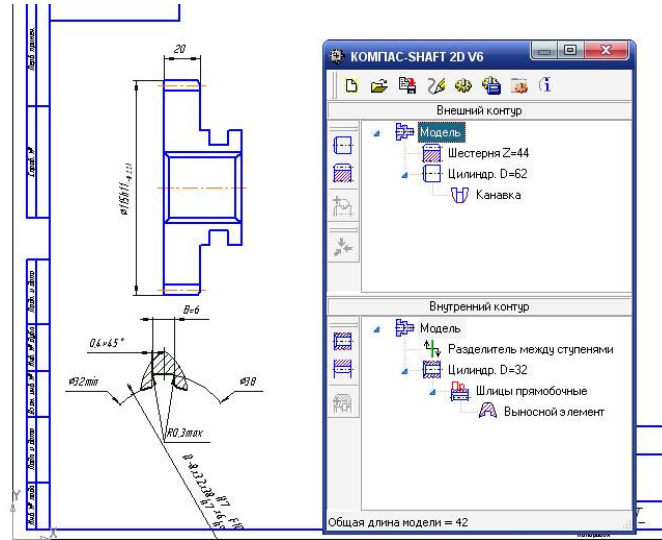

Рисунок 1.28 - Результат додавання виносного елемента
- натисніть по кнопці **Применить**, а потім **ОК**. На кресленні з'явиться виносний елемент, але не в тому місці де він має розташовуватись. В верхньому вікні з'явиться пункт **Выносной элемент** (рисунок 1.28);